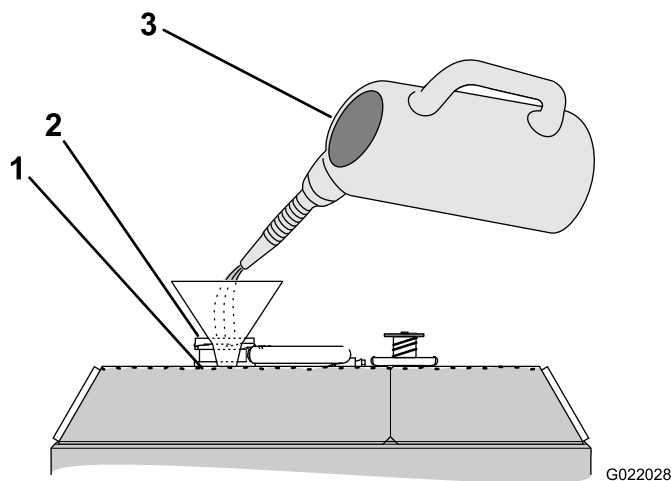

Figure 105
3. Remplissez le radiateur de liquide de refroidissement jusqu'à ce que le niveau atteigne le bas du goulot de remplissage (Figure 105).